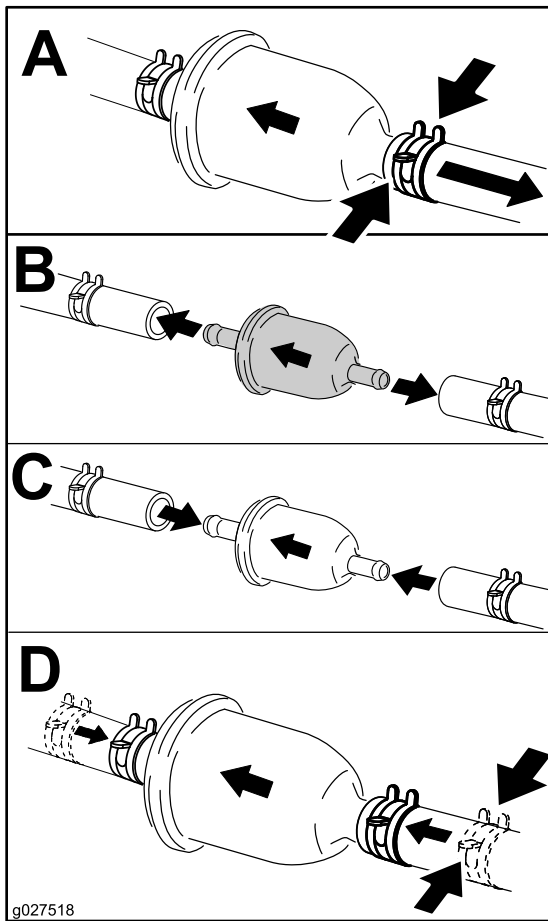

Bild 53
4. Wechseln Sie den Kraftstofffilter aus, wie in Bild 53 abgebildet.